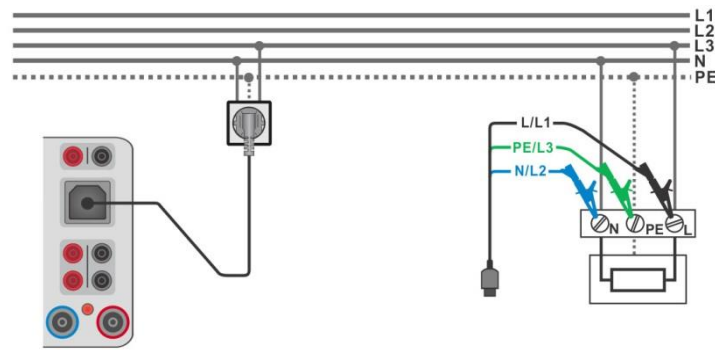

Abbildung 6.109: Anschluss des Commander-Prüfsteckers oder des 3-Leiter Prüfadapters
- › Verbinden Sie das 3-drahtige Prüfkabel oder das Steckerprüfkabel mit dem zu prüfenden Objekt, siehe **Abbildung 6.109**.